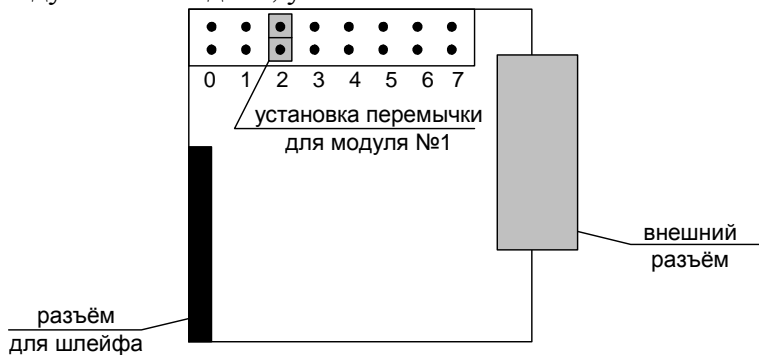

Рис. 4.1 Установка адресной перемычки для модуля №1 ввода/вывода.
- вынуть неисправный модуль и провести ремонт вышедшего канала, либо заменить модуль на исправный, при этом необходимо правильно установить перемычку внутреннего адреса модуля (см. рис.4.1);